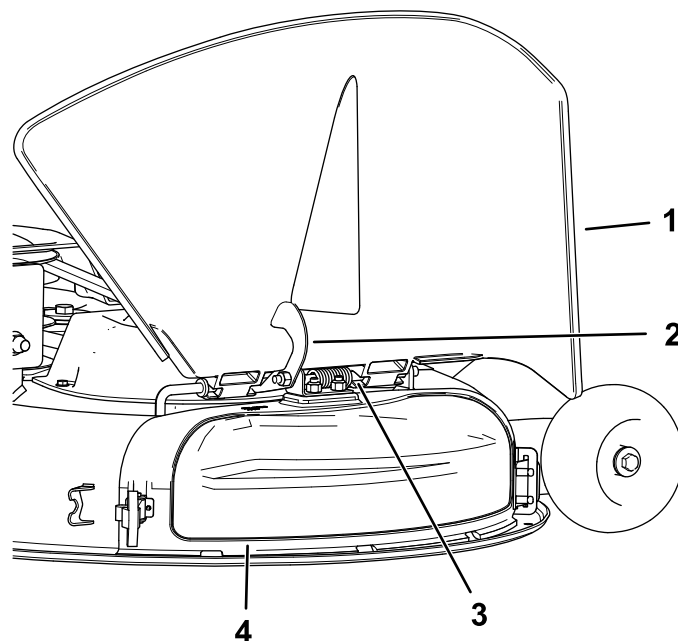

Figura 15
4. Suelte el cierre en forma de gancho situado encima de la tapa de descarga de la varilla (Figura 15).
5. En la parte superior de la tapa de descarga, enganche el cierre en forma de gancho alrededor de la varilla del deflector (Figura 15).